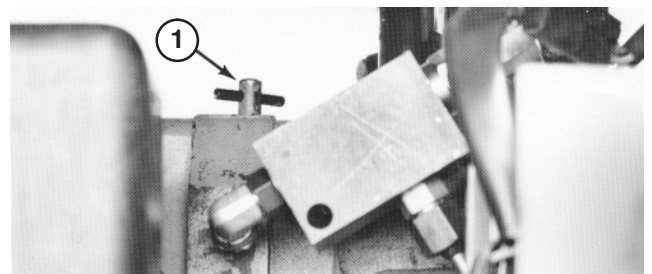

Bild 16
- Fassen Sie das Sicherungsventil am Getriebe an und drehen Sie es eine halbe oder ganze Umdrehung nach links (Bild 16). Bei geöffnetem Ventil wird in der Pumpe ein interner Durchgang geöffnet, wodurch keine Berührung mit dem Getriebeöl erfolgt. Weil das Öl abgelenkt wird, lässt sich die Maschine ohne Schäden am Getriebe geschoben werden.